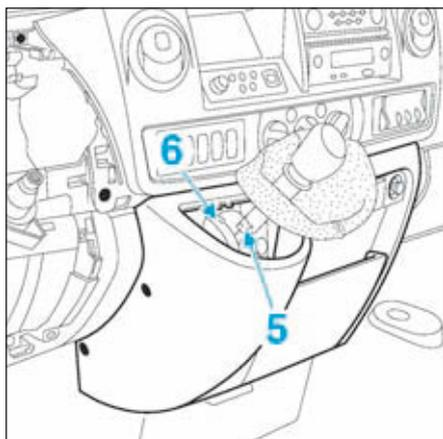

FIG.50
A la repose vérifier que le jeu entre la gâchette (5) et la butée (6) soit compris entre 9,1 et 10,7 mm (Fig.50). Dans le cas contraire, procéder au réglage du boîtier de commande des vitesses.